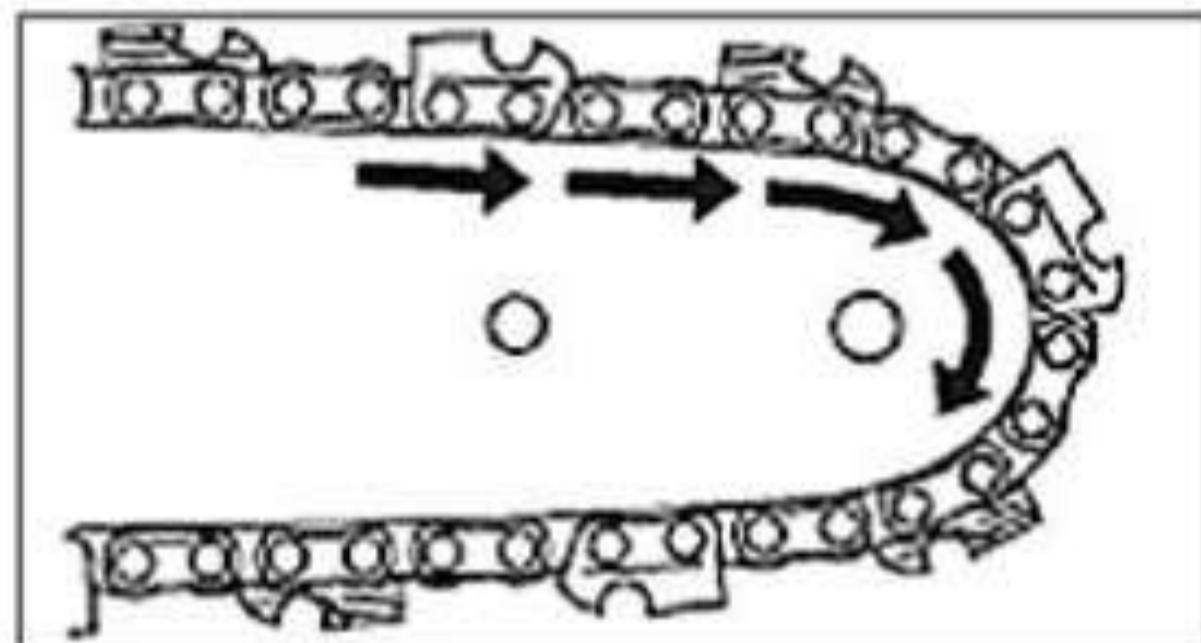

Рис. 4
2. Установите ведущие звенья пильной цепи в паз направляющей шины. При установке цепи следите за тем, чтобы режущая кромка зуба была расположена вперед по ходу движения цепи, т.е. по часовой стрелке (Рис.4)